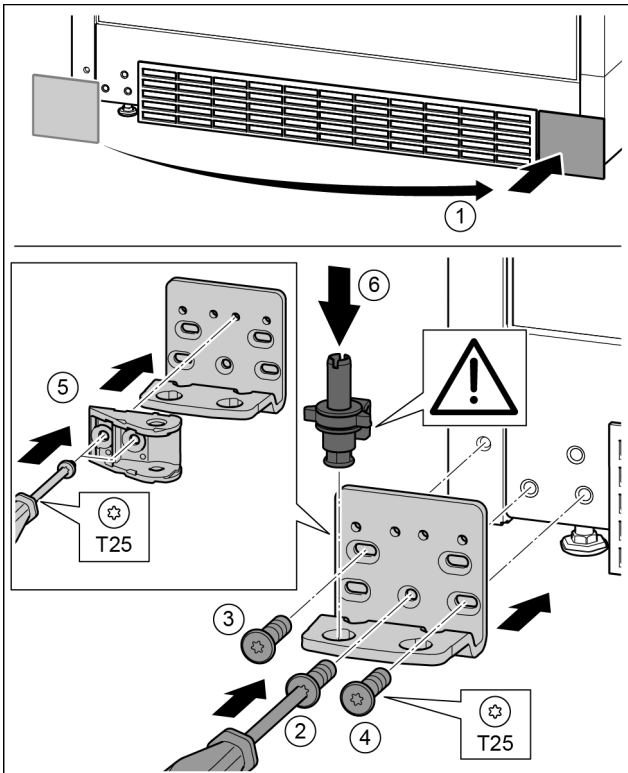

Fig. 31
- ▶ Odoberte kryt a pripevnite ho na druhú stranu. Fig. 31 (1)
- ▶ Ložiskovú konzolu nasadte na druhú stranu a priskrutkujte ju pomocou skrutkovača T25. Začnite skrutkou 2 dole v strede. Fig. 31 (2)
- ▶ Pevne zaskrutkujte skrutku 3 a 4. Fig. 31 (3, 4)
- ▶ Spoj zatváracieho tmiča otočte o 180°. Na druhej strane ložiskovej konzoly ho priskrutkujte skrutkovačom T25. Fig. 31 (5)
- ▶ Ložiskový čap úplne nasadte. Dbajte pritom na to, aby zárez dorazu ukazoval smerom dozadu. Fig. 31 (6)